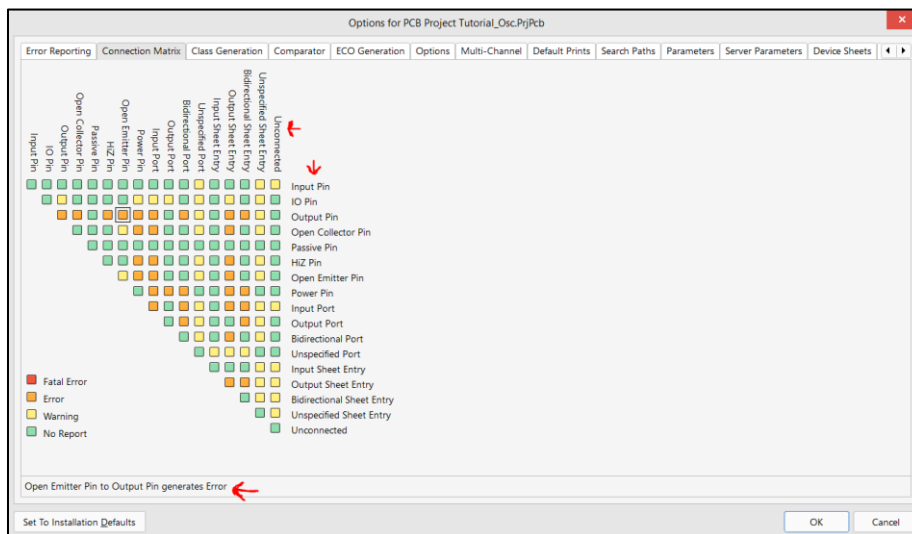

Fig. 2.2: Connection Matrix met weergave van geselecteerd vakje onderaan.
- **Connection Matrix:** de Connection Matrix weergeeft het niveau van rapporteren voor elektrische inbreuken van verbanden tussen pinnen (**Pins**), poorten (**Ports**) en **Sheet Entries**. De matrixopstelling weergeeft verbanden tussen wat in de kolom en in de rij van een vakje staat (zie Fig. 2.2). Deze wordt ter verduidelijking onderaan weergegeven voor het geselecteerd vakje.